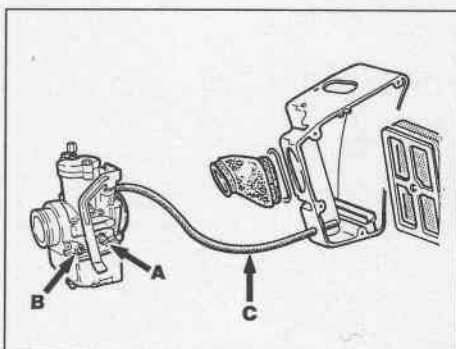

Fig. 30 - Carburatore.
- registrare la vite del minimo (A Fig. 30) in modo da ottenere una rotazione costante del motore;
- avvitare o svitare la vite miscela minimo (Fig. 30 B) fino ad ottenere il maggior numero di giri del motore;
**IMPORTANTE:** assicurarsi che il tubo di alimentazione per aria massimo (C Fig. 30) sia inserito nell'apposito foro sulla cassetta aspirazione per circa 40 mm. Controllare inoltre che il gommino passacavo sia nella giusta posizione. (Solo su TRIAL 309-249-COACH).